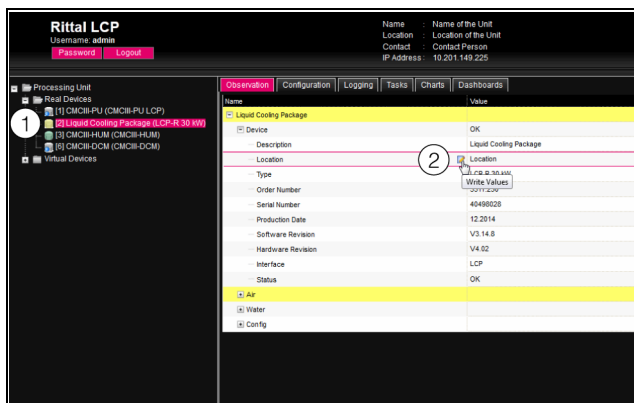

Fig. 112 : sélection d'un seul paramètre
- ouvrez successivement les éléments « Liquid Cooling Package » et « Device » en cliquant sur le signe « Plus » devant l'élément (fig. 112, pos. 1).
- Placez le curseur de la souris à la fin de la première colonne de la ligne « Location » (fig. 112, pos. 2). Un symbole « Edit » apparaît et le curseur de la souris se transforme en symbole « main ».